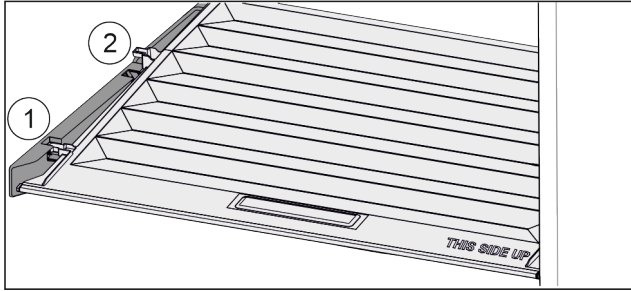

Fig. 117
- ▶ Издърпайте напред Fig. 117 (1) капака до отвора в задържащите части.
- ▶ Повдигнете го отзад отдолу и отстранете Fig. 117 (2) нагоре.